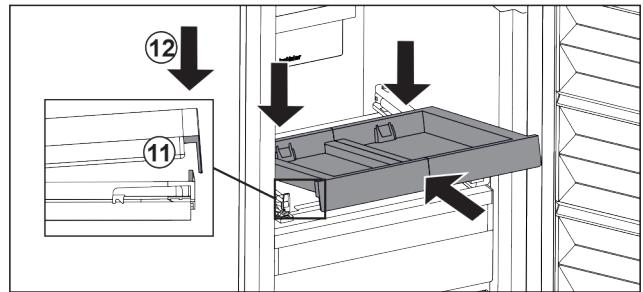

Fig. 105
- ▶ Šikmo zasuňte. Dbejte, aby byl na obou stranách doraz za západkou. Fig. 105 (11)
- ▶ Usadte vpředu vysouvací přihrádku. Fig. 105 (12)